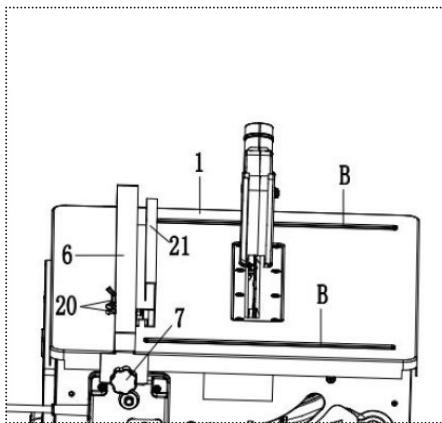

Рис. 10
Вставьте продольную направляющую (21) в направляющую на столе (рис. 10).